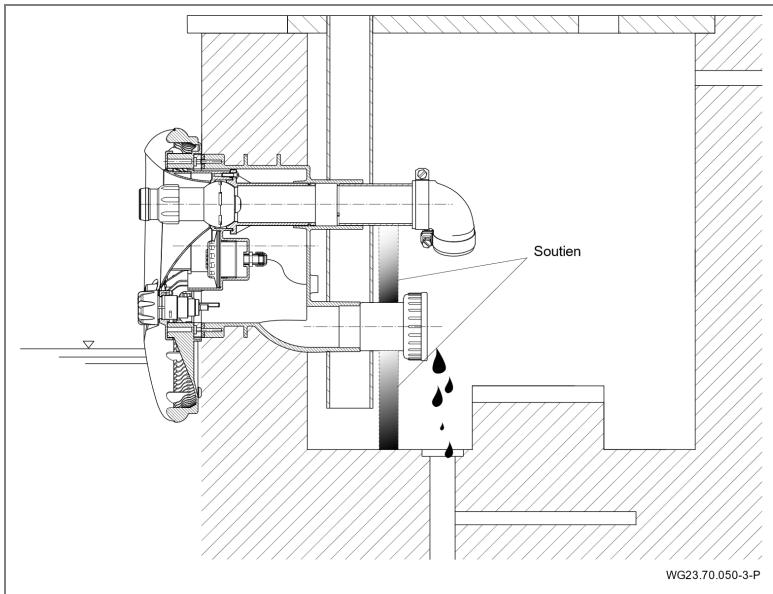

Fig. 29
3. Soulager les tuyauteries d'aspiration et de refoulement par des supports. Voir "Fig. 29", page 48.